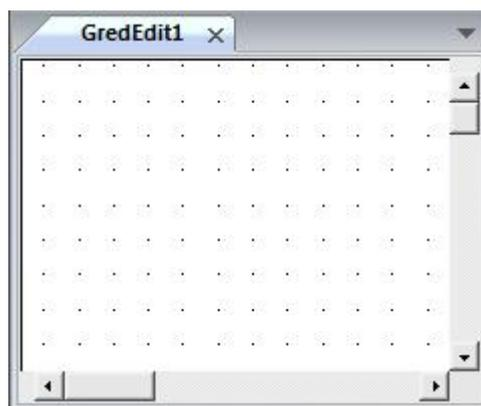

Рисунок 182 – Отображение сетки в документе
**Команда «Сетка»**, состоящая из горизонтальных и вертикальных линий, помогает оператору выровнять расположение объектов на страницах документа, с учётом установленных параметров шага сетки (рисунок 182).